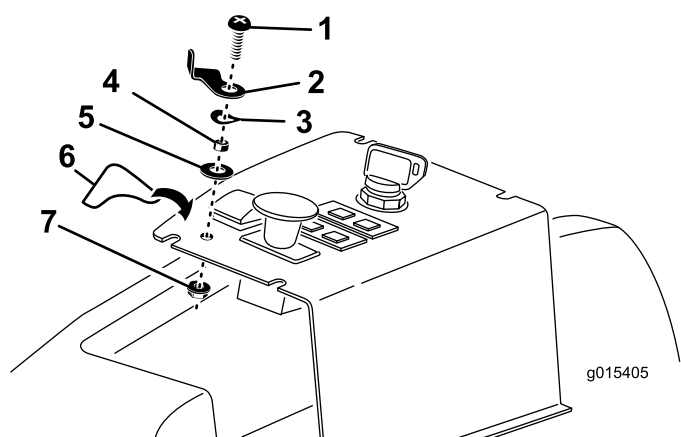

Figure 13
- Insérez le levier de blocage du relevage, l'entretoise, la rondelle ondulée et la rondelle plate sur la vis à tête tronconique (1/4 x 1 po), dans la position indiquée à la Figure 13.
- Insérez la vis du levier de blocage du relevage dans le trou du panneau de commande et fixez-la avec un contre-écrou. Positionnez le levier de blocage de relevage comme montré à la Figure 13.
- Apposez l'autocollant du levier de blocage sur le panneau de commande, dans la position indiquée à la Figure 13.